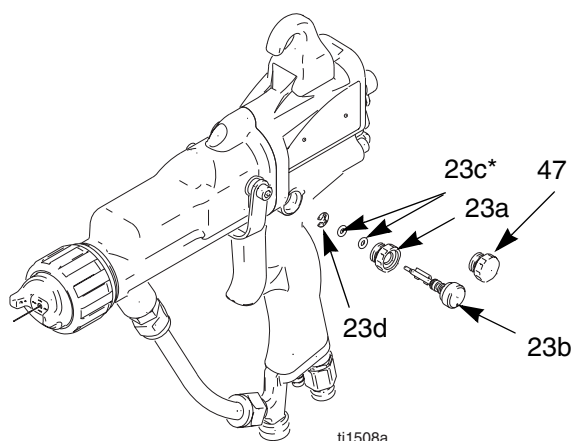

Fig. 22. Vanne de réduction d'air d'atomisation
2. Démontez la vanne de réduction d'air d'atomisation (23). Examinez le joint torique (23c*). Le remplacer si nécessaire. Voir la Fig. 22.
3. Installer une nouvelle vanne de réduction d'air d'atomisation (23) ou démonter et remonter les pièces une à une. La partie en saillie de la vanne doit être orientée de manière à dégager l'axe de la vanne (21).